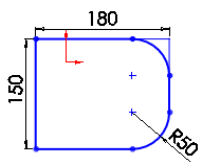

图 10-43 绘制圆角
2) 单击“草图”工具栏中的（绘制圆角）按钮，绘制圆角，如图 10-43 所示。
3) 单击“草图”工具栏中的（等距实体）按钮，在“等距实体”属性管理器中取消勾选“选择链”选项，然后选择图 10-43 所示草图的线条，输入等距距离数值“30”，生成等距 30 mm 的草图，如图 10-44 所示。剪裁竖直的一条边，结果如图 10-45 所示。